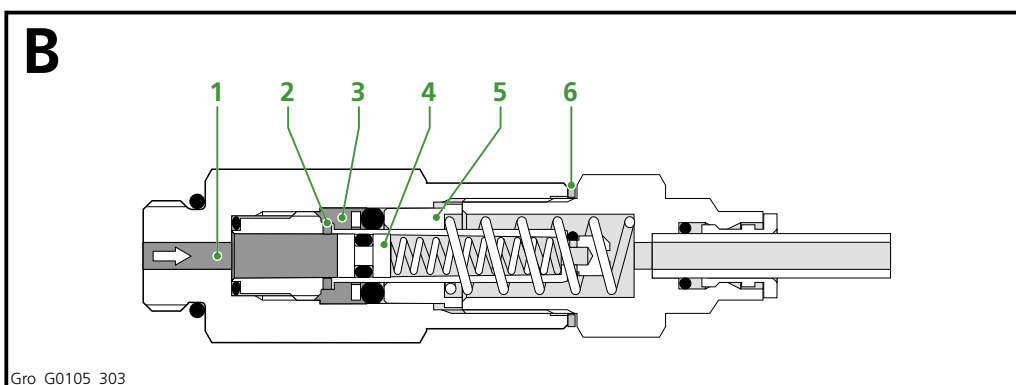

Fig 3.4 Fase B, l'unità di dosaggio durante l'esecuzione della fase B
La pompa per ingrassaggio provvede a pompare il lubrificante nel canale di ingrassaggio (1) dell'unità di dosaggio (Fig 3.4). La pressione del lubrificante spinge lo stantuffo (4) oltre il canale (2). Il lubrificante riempie quindi la camera (3) e spinge lo stantuffo (5) verso destra. La lunghezza della corsa dello stantuffo (5) determina pertanto la quantità di lubrificante che viene convogliata verso il punto di ingrassaggio attraverso il condotto di ingrassaggio. La corsa - e quindi anche la capacità della camera (3) - viene determinata dallo spessore totale degli anelli distanziatori (6).